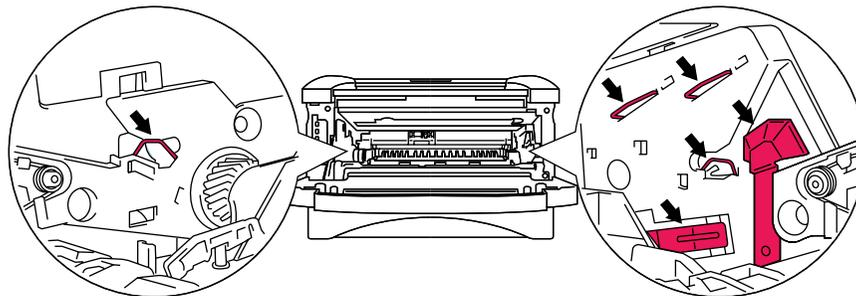

Figura 5-15
- Para evitar que se produzcan daños en la impresora por electricidad estática, no toque los electrodos que se muestran en la figura 5-15.